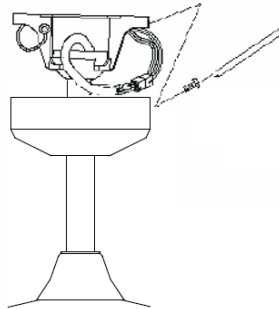

Fig. 8
- Couvrir le support de montage avec la voile. Assurer que tous les câblages électriques soient dans la voile et qui ne soient pas endommagés pendant cette procédure. Assurer la voile au support de suspension en utilisant les vis. Fig 8.